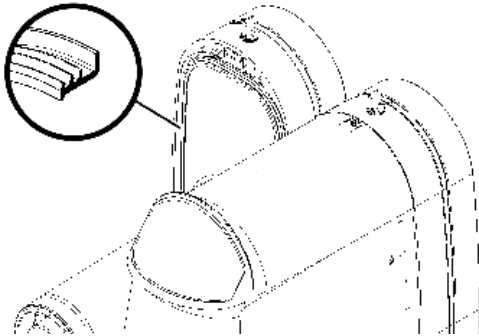

Bild 11
- 4 Die Dichtung des Behälters wieder in ihren Sitz einsetzen. **BITTE BEACHTEN:** der größere Durchmesser muss sich dabei an der hinteren Wand befinden (Bild 11).